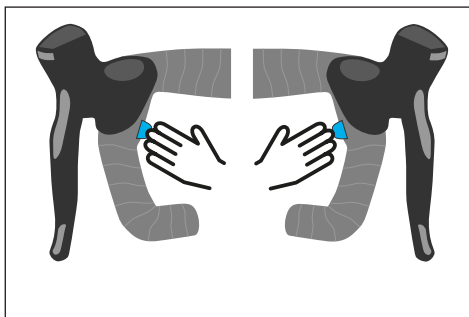

Fig. 4: De ondersteunings­mo­dus selecteren met de HPR Single Button Remote
- Druk **kort** op de rechter­knop van de HPR Single Button Remote (zie Fig. 4) of op de optionele knop van een elektronische versnellings­pook (zie "3.8.2 Schakelen" & "3.8.3 Actieradius") om de ondersteunings­stand te ver­ho­gen.
- Druk **kort** op de linker­knop van de HPR Single Button Remote (zie Fig. 4) of op de optionele knop van een elektronische versnellings­pook (zie "3.8.2 Schakelen" & "3.8.3 Actieradius") om de ondersteunings­stand te ver­la­gen.